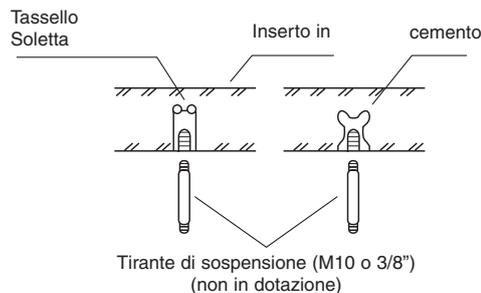
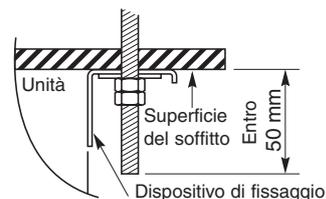

Fig. 3-38
Fig. 3-40
(2) Praticare i fori nei 4 punti indicati sulla dima di foratura.
(3) A seconda dello specifico tipo di soffitto:
a) Inserire i tiranti di sospensione come illustrato nella fig. 3-38.
(4) Avvitare i tiranti di sospensione, permettendo loro di sporgere dal soffitto come mostrato nelle fig. 3-38 e 3-39. La distanza intercorrente tra i vari tiranti sporgenti deve essere identica (divergenza massima di 50 mm). (Fig. 3-40).